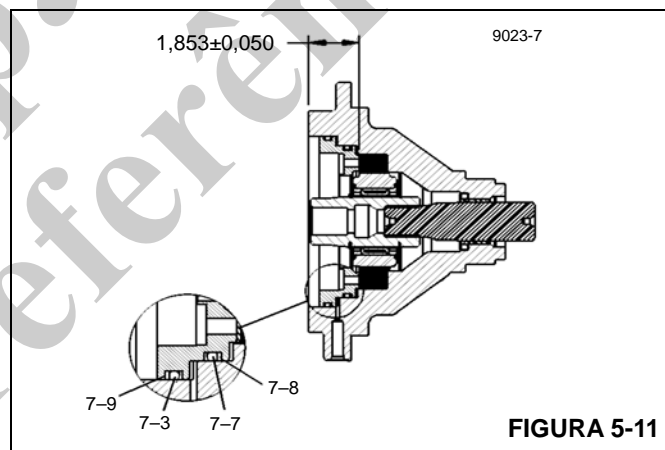

FIGURA 5-11
4. Remova o acionador/conjunto da embreagem do freio (13, 14, 15, 17, 34 e 38) da carcaça do freio (21).
5. Remova as placas do estator (19) e os discos de atrito (18) da carcaça do freio e verifique-os para ver se há desgaste excessivo, e substitua se necessário. Verifique a placa superior do estator para ver se há estrias causadas pelas ferramentas de remoção e faça um polimento, se necessário. Os discos de atrito devem ter pelo menos 1,40 mm (0.055 pol.) de espessura e as placas do estator devem medir pelo menos 1,63 mm (0.064 pol.) de espessura.
7. Examine se a bucha (39) na carcaça do freio para ver se está desgastada e substitua-a se estiver.
8. Se a carcaça do freio (21) foi removida do guincho, examine o munhão na carcaça do freio onde a vedação (7-6) atua para ver se há desgaste. Se houver muito desgaste, substitua a carcaça do freio.
9. Desmonte cuidadosamente o acionador/embreagem do freio e observe para que lado as marcas na embreagem (34) estão voltadas. O conjunto da embreagem deve ser montado novamente com as marcações voltadas para a direção correta na ordem para que o guincho funcione corretamente. Inspeção a superfície dos acionadores de entrada e do freio (13 e 38) onde a embreagem (34) opera. Se houver alguma corrosão localizada ou descamação nos acionadores, os acionadores e a embreagem devem ser substituídos.
11. Instale uma vedação de óleo (7-7) nova na carcaça do freio. Se a carcaça do freio for removida do guincho, instale temporariamente a engrenagem solar de entrada (8) na carcaça do freio e deslize o conjunto do acionador/embreagem sobre a estria da engrenagem solar.
12. Instale as placas do estator (19) e os discos de atrito (18) na carcaça do freio, começando com um estator e alternando discos de atrito e placas do estator.
13. Após a instalação, verifique a espessura do freio para determinar se as dimensões estão dentro da tolerância mostrada na Figura 5-11. Se a medição for superior à mostrada, alguns discos de atrito e placas de estator não foram instalados ou os discos de atrito estão desgastados além das tolerâncias aceitáveis. Se a medição for inferior à mostrada, muitas placas ou muitos discos foram inseridos ou eles não estão assentados adequadamente.
14. Revista os anéis de vedação e anéis de encosto (7-2 e 7-7-7-9) novos com óleo leve e instale-os no pistão (10). Consulte a Figura 5-11 para fazer a instalação correta do anel de vedação/anéis de encosto.